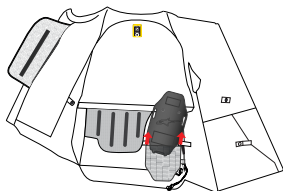

Figura 13
3. Saque la carcasa del inflador (4) de su bolsillo abriendo los dos parches de velcro de sujeción (figura 13).
**¡ADVERTENCIA! No es necesario abrir la carcasa del inflador (4) para desmontarla. No abra la carcasa del inflador (4). Sólo los distribuidores autorizados de Alpinestars pueden abrir la carcasa del inflador (4) con fines de mantenimiento.**